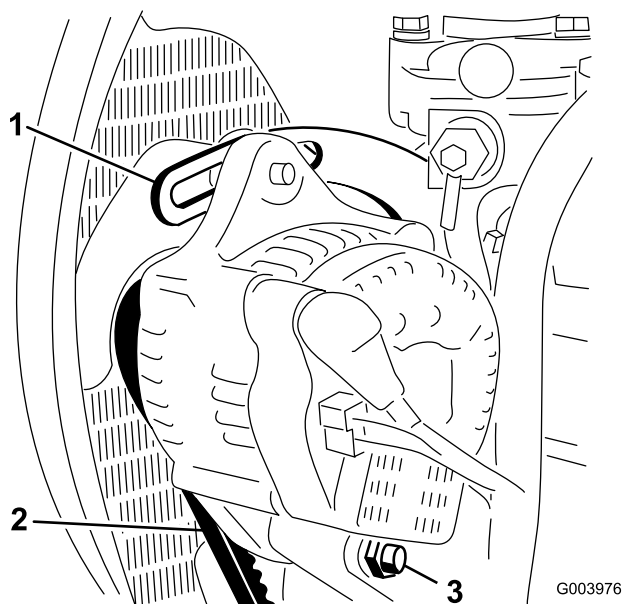

図 74
2. オルタネータ側プーリとクランクシャフト側プーリ間の中央部でオルタネータベルト(図 74)を指で 10 kg 程度の力で押してベルトの張りを点検する。
3. プレースをエンジンに固定しているボルト(図 74)と、オルタネータをプレースとピボットボルトに固定しているボルトをゆるめる。